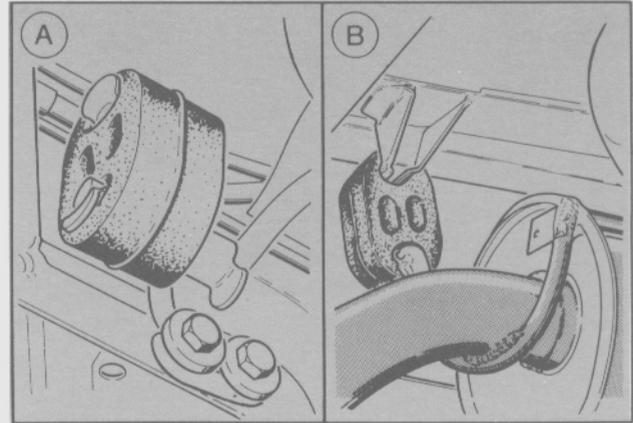

Fig. 3. Soportes del montaje del escape
- Separar el sistema de escape del múltiple y retirarlo completo desenganchando los aisladores correspondientes (Fig. 3).